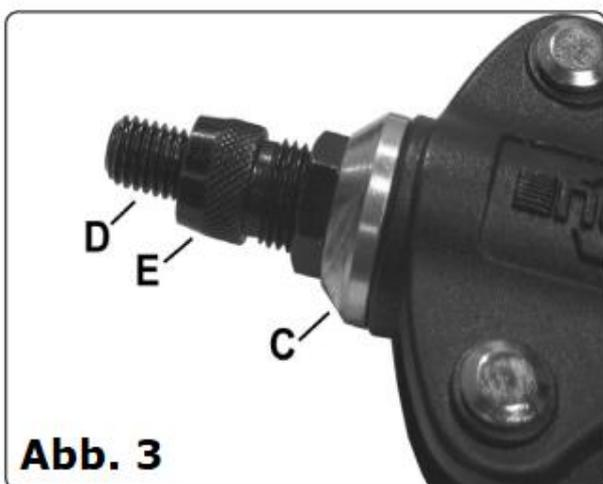

Abb. 3
- Schrauben Sie die Backengehäusebaugruppe (Abb.5) vom Zugstangenkörper ab (Abb.2.F). 6.2.3. Schrauben Sie die Nietmutter (Abb.3.C) in den Nietkörper.
- Schrauben Sie die entsprechende Dornstange (Abb.3.D) in den Zugstangenkörper. Linksgewinde beachten.
- Schrauben Sie den entsprechenden Nietdorn (Abb.3.E) in das Mundstück.
- (Abb. 4), halten Sie leichten Druck auf die Griffe und schrauben Sie den Nietdorn ein (Abb. 3.E), bis die Griffe geschlossen sind. Sichern Sie den Spanndorn in seiner Position durch